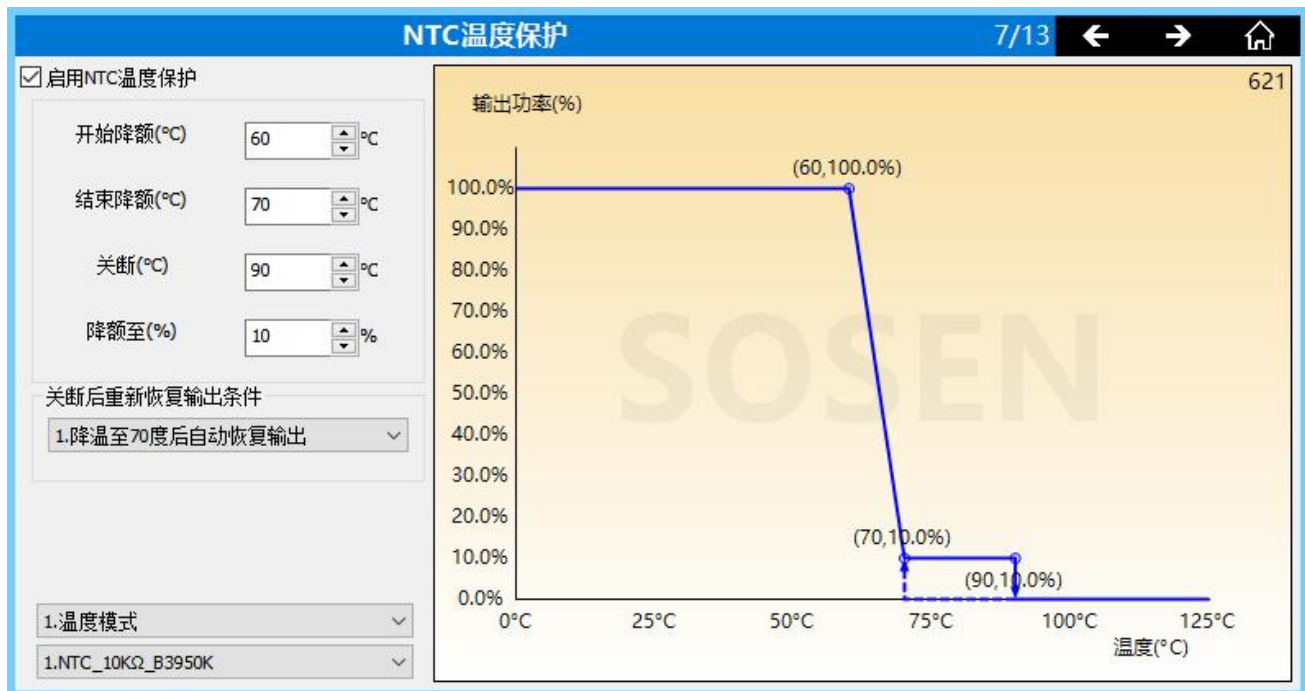

图 1
- D4i 机型所支持的 NTC 功能,如图 1 所示的功能界面。支持此功能的机型如 22PA-32F。
b. 运行逻辑:按图 1 所示参数设定, 如蓝线所示, 当温度低于 60°C 时, 输出功率为 100%; 当温度大于 60°C 且小于 70°C 时, 输出功率按 60°C 到 70°C 之间的斜线运行, 随着温度的升高和降低, 输出功率会伴随这个降低和升高; 当温度大于 70°C, 输出功率将降至 10%, 并保持在 10%; 当温度大于 90°C, 将关断输出。另外, 将关断温度设置成小于或等于结束降额的温度, 将关闭关断功能, 既不关断。